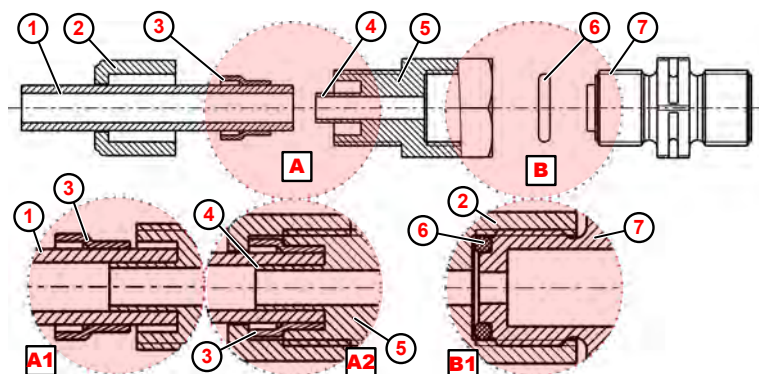

Fig. 17: Attacco tubo rigido e tubo flessibile con manicotto di sostegno integrato.
1. ➤ Inserire l'O-Ring (Fig. 17 , ⑥) nel dado della valvola di aspirazione/di mandata ⑦ .
2. ➤ Serrare la vite di accoppiamento ⑤ (dettaglio B1).
3. ➤ Tagliare il tubo flessibile ① diritto.
4. ➤ Fare scorrere il dado per raccordi ② nel tubo flessibile ① .
5. ➤ Fare scorrere l'anello di bloccaggio ③ nel tubo flessibile ① .
6. ➤ Fare scorrere il tubo flessibile ① fino a fine corsa sul manicotto di supporto ④ (dettaglio: A1).
7. ➤ Serrare la vite di accoppiamento ⑤ (dettaglio A2).